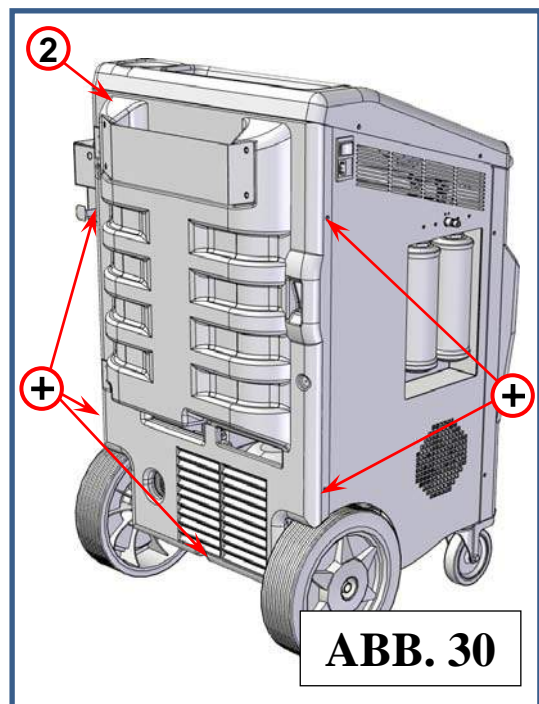

ABB. 30
- 2) Um die Vakuumpumpe zu erreichen, die Kunststoffabdeckung (Ref. 2, Abb. 30) entfernen